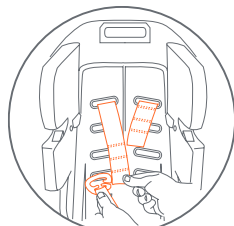

Fig. 29-2
5. Dé vuelta la sillita. Busque la placa de ajuste del cinturón cerca de la parte inferior de la sillita (Fig. 29-2). Retire ambas correas del arnés de la placa de ajuste del cinturón. Desde el frente de la sillita, tire de las correas del arnés por las ranuras del área de los hombros y la almohadilla de la sillita. Nunca retire el sistema de ajuste de la placa de ajuste del cinturón (Fig. 30-1).